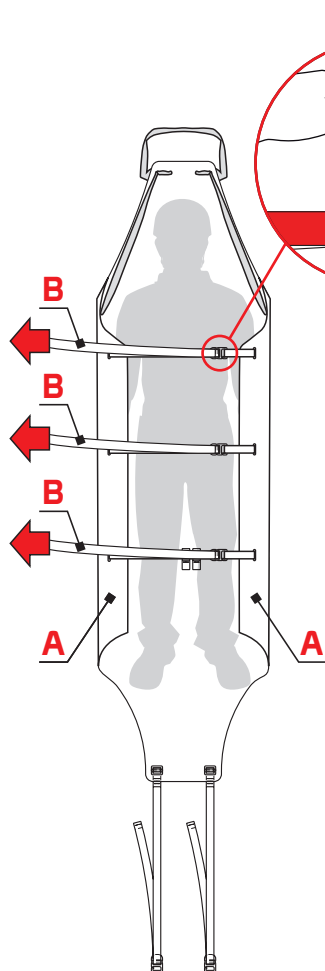

Fig.13
- inserire le fibbie con gancio (I) nelle corrispondenti fettucce con asola (C) e tensionare le fettucce (B) per sollevare le parti laterali del piano di appoggio (A) di quanto necessario a contenere il paziente (fig. 13),